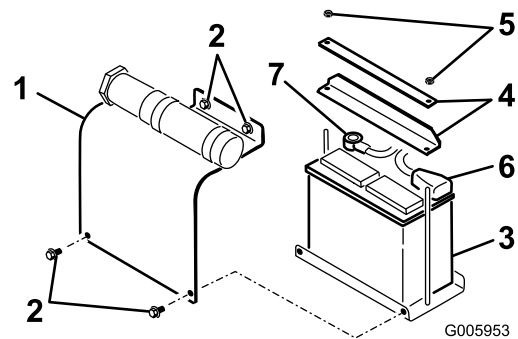

Figura 5
1. Togliete i quattro bulloni che fissano il coperchio della batteria ed il coperchio (Figura 5).
2. Rimuovete i dadi e le barre che fissano la batteria (Figura 5).
- Montate la batteria sulla pedana (Figura 5).
- Fissate la batteria al telaio con le barre e i dadi tolti in precedenza (Figura 5).
- Collegate il cavo positivo (rosso) al polo positivo (+) della batteria (Figura 5). Infilate il cappuccio di gomma sul polo della batteria.
- Collegate il cavo negativo (nero) al polo negativo (-) della batteria (Figura 5).
- Montate il coperchio della batteria (Figura 5).